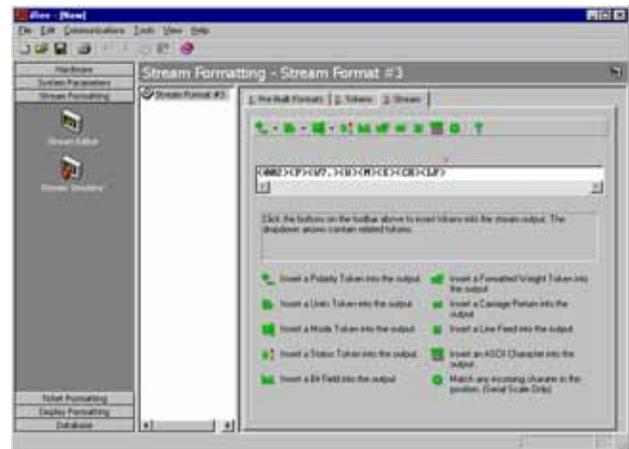

Figura 11-1. Cadena de Formateo de Pantalla iRev 4
*iRev 4* provee varios formatos de báscula pre-determinados, dentro de su función Stream Formating. La Figura 11-1 muestra uno de ellos.